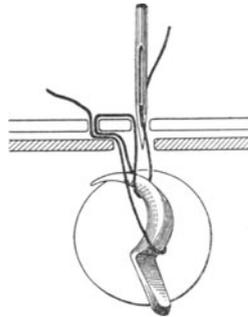

Abb. 12.
**Stichbildung** (Abb. 12). Der Greiferhaken ergreift die Schlinge des Oberfadens, erweitert sie, führt sie um seinen unteren Ansatz und hält sie so lange fest, bis die Nadel sich wieder in den Unterbau gesenkt hat. Nachdem der Greiferhaken die nächste Schlinge erfaßt hat, fällt die erste Schlinge ab und ist nun mit der zweiten Schlinge verschlungen1).